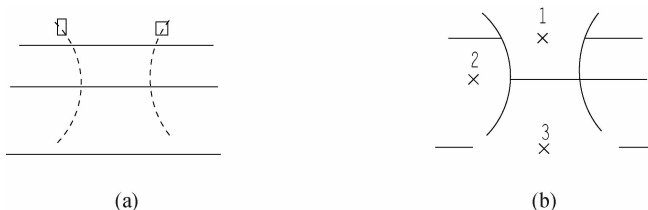

图 3-23 修剪
结果如图 3-23(b)所示。
- 选择要修剪的对象:AutoCAD 2010 根据拾取点的位置,搜索与剪切边的交点,判定修剪部分。拾取点 1,则中间段被修剪,继续拾取点 2,则左端被修剪,见图 3-23(b)。
在图 3-23(b)中,当拾取点 3 时,因开始时边的模式为不延伸,所以将不产生修剪。但按下述操作,则产生修剪: